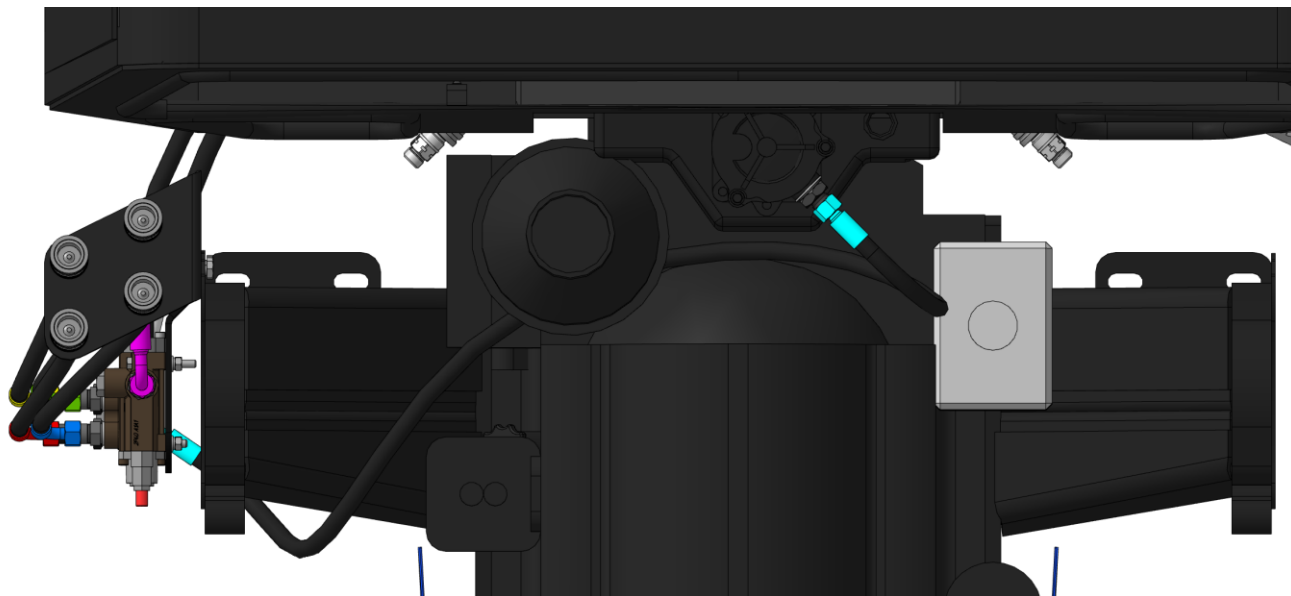

Рисунок 2.14
2.3.2 Подсоединить РВД слива, ранее установленный на порт Т гидрораспределителя, прямым концом с гайкой М20х1,5 к фильтру бака гидронавесной системы трактора (рис. 2.14). Для подключения к фильтру трактора